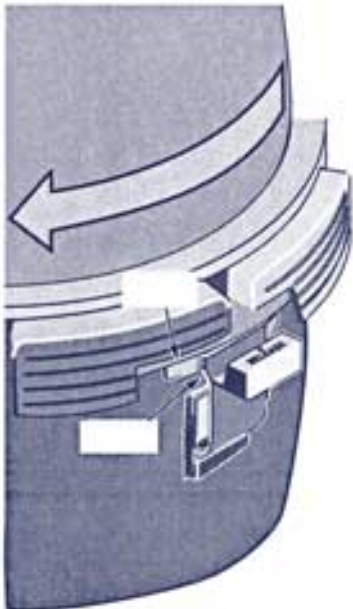

Abbildung 3:
1. Der Gewinding muß in die Sicherheitslasche eingerastet sein und ist im eingerasteten Zustand nicht mehr zurückdrehbar. Zur Überprüfung kann der Verschluß nochmals im Uhrzeigersinn gedreht werden (siehe Abb. 3).